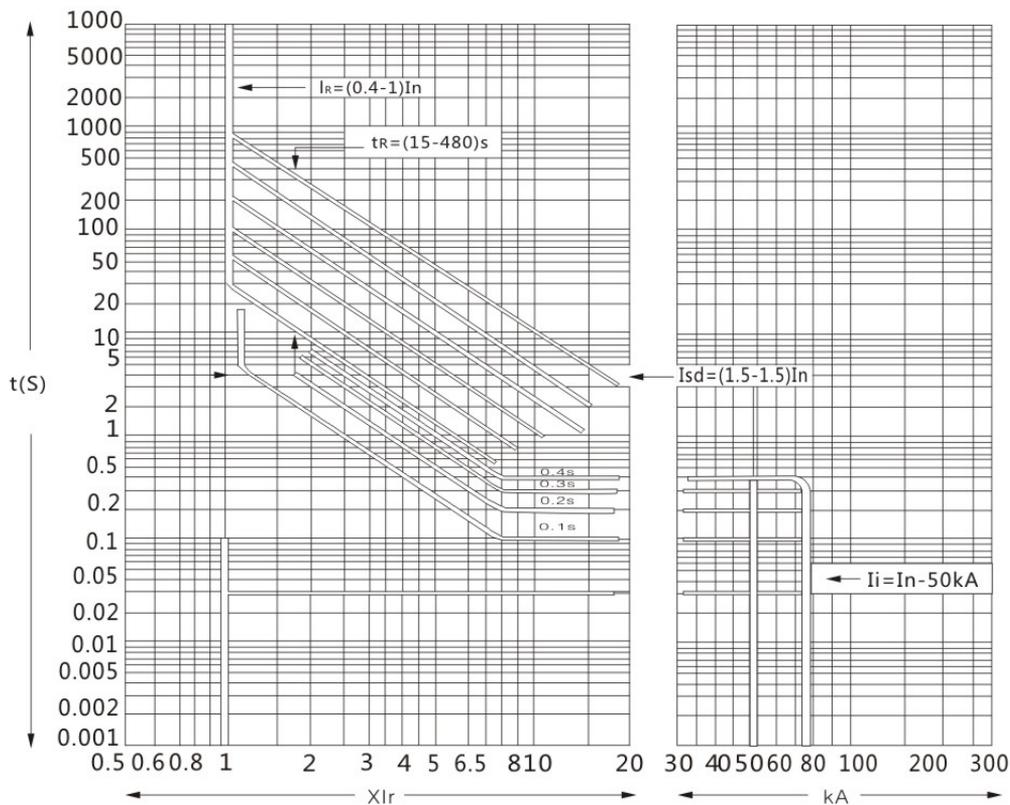
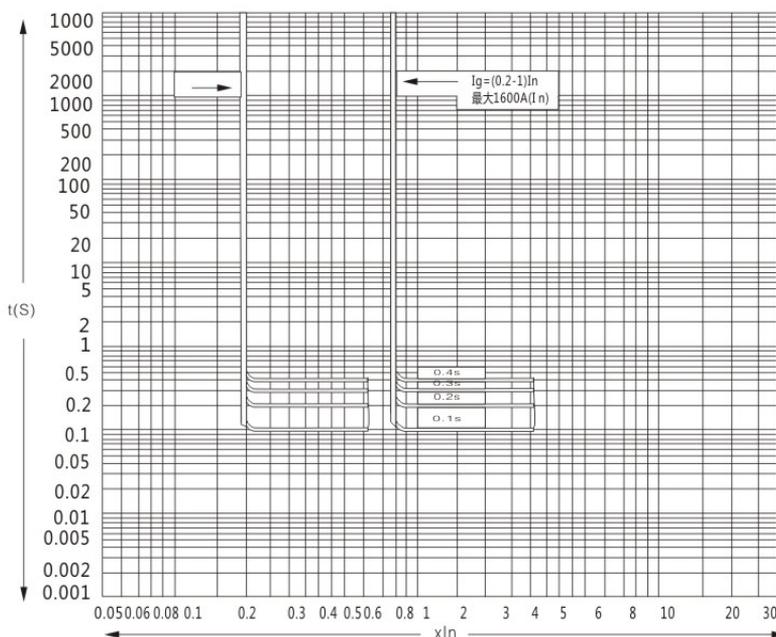

图1 过电流脱扣器保护特性曲线
图2 接地故障保护特性曲线
5.1过电流脱扣器保护特性曲线见图1; 接地故障保护特性曲线见图2
5.6、断路器过电流保护特性、接地故障保护特性曲线见图1所示。